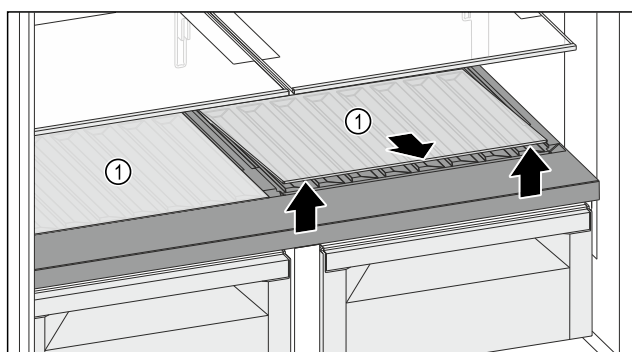

Fig. 113
- Sollevare un ripiano di vetro o entrambi i ripiani di vetro Fig. 113 (1) dall'incavo anteriore e rimuoverlo/i.
- Conservare i ripiani di vetro Fig. 113 (1) (uno o più) fuori dall'apparecchio in un luogo sicuro.